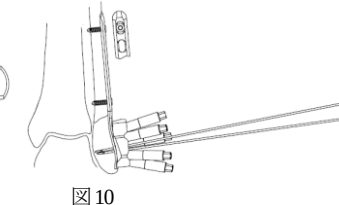

図10
- 10) プレートの回旋防止のため、続いて骨幹部最近位を3.5 コーティカルスクリューにて固定します。（図10）